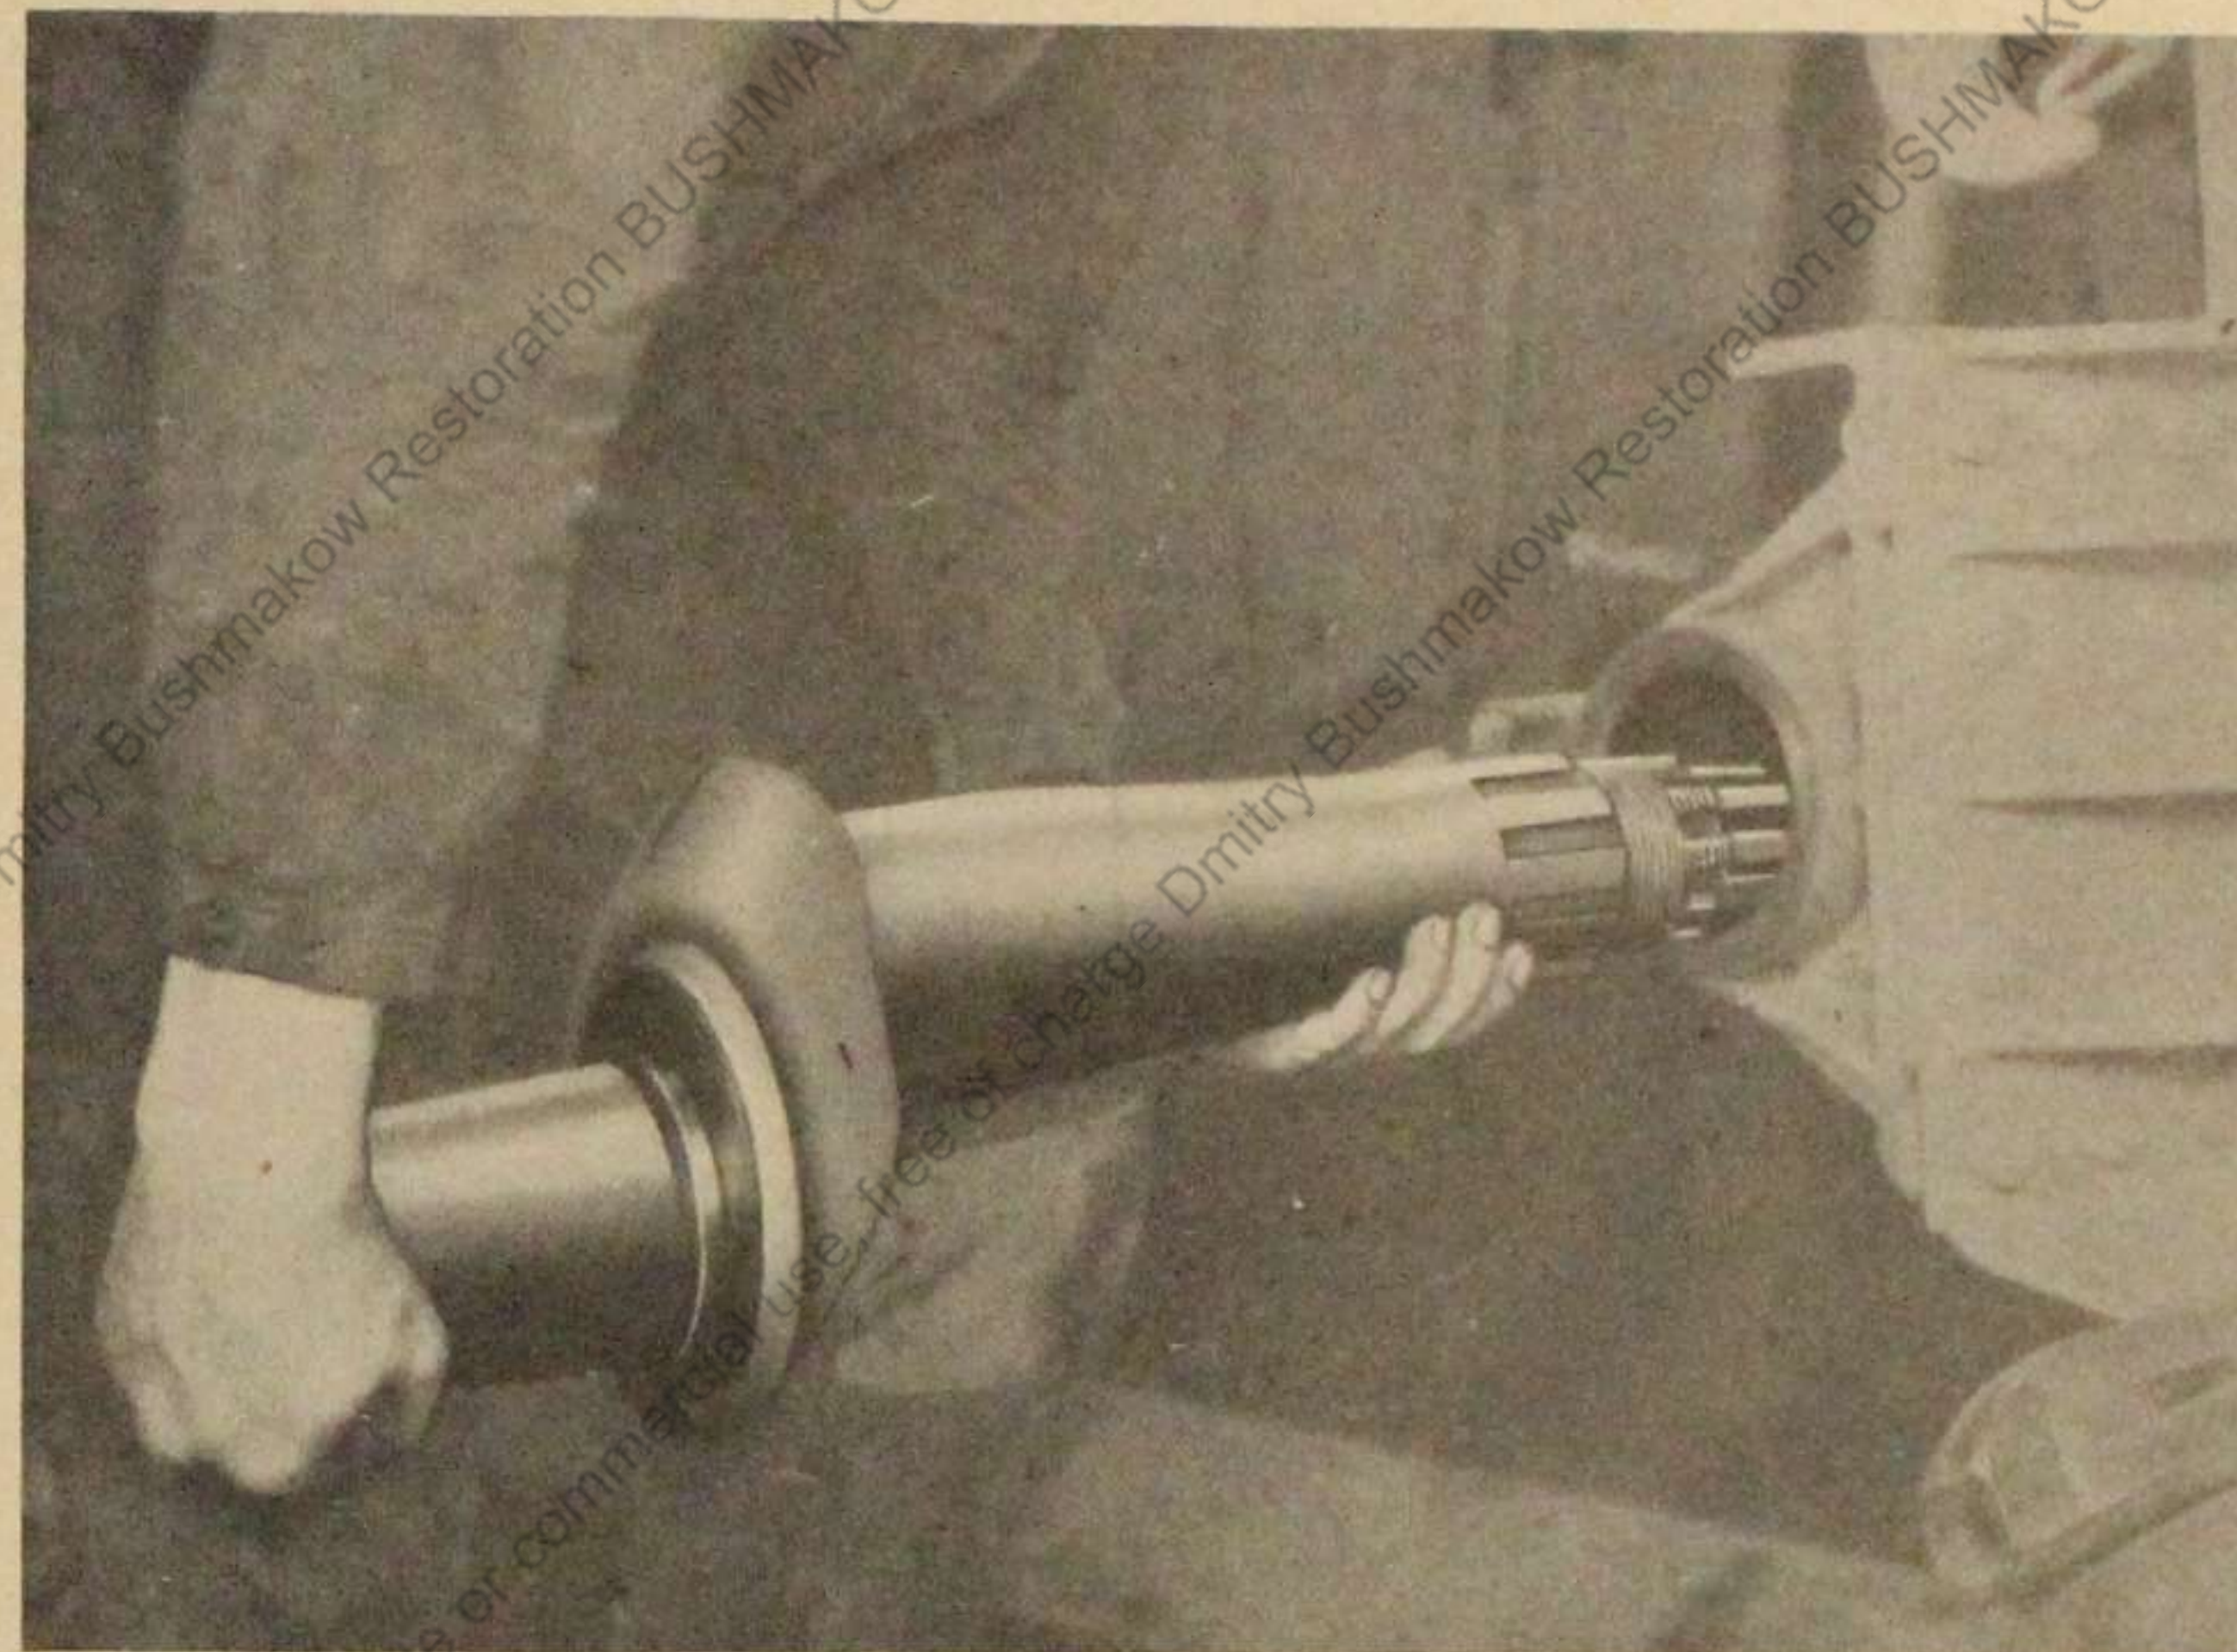

Bild 39
2. Kurbelhebel in die Lagerung einführen, Bild 39.